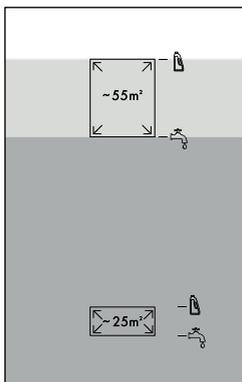

Afb. 7
- ◆ Draai het schoonwaterreservoir **11** om en schroef het deksel eraf (zie afb. 7).